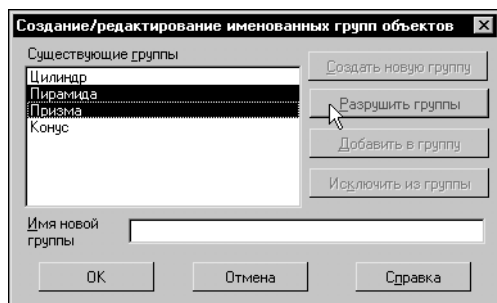

Рис. 43.6. Разрушение групп
- 5.2. В появившемся на экране диалоге (рис. 43.6) выделите группу *Пирамида*.